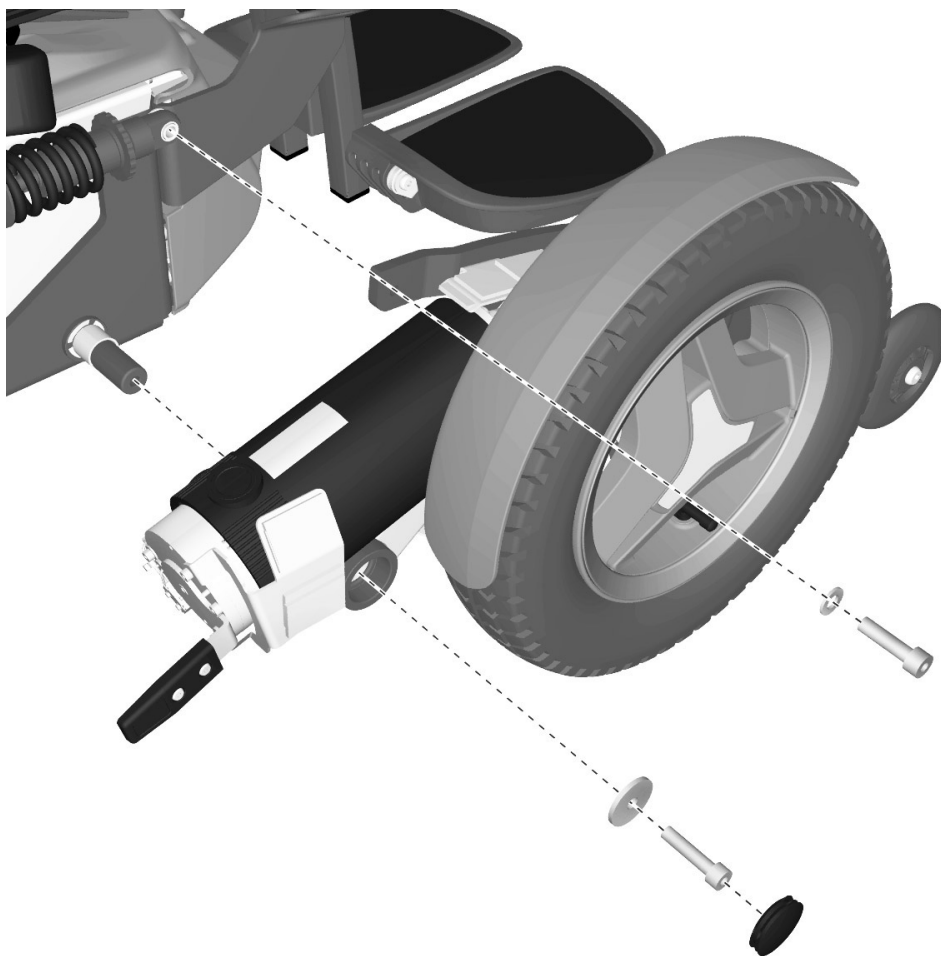

Abbildung 43. Montage/Demontage des vorderen Tragarms
2. Tragarm auf die Achse stecken, verwenden Sie dazu kein Werkzeug. Sicherstellen, dass der Tragarm an der Achse anschlägt. Siehe Abbildung.43.
3. Schraube (3) und Beilagscheibe (2) montieren. Schraube mit einem Drehmomentschlüssel festziehen. Siehe Abbildung.43.
4. Stoßdämpfer an den Tragarm montieren. Er ist mit einer Schraube (5) und Unterlegscheibe befestigt. Siehe Abbildung.43.
5. Abdeckung (4) auf den Tragarm montieren. Siehe Abbildung 43.